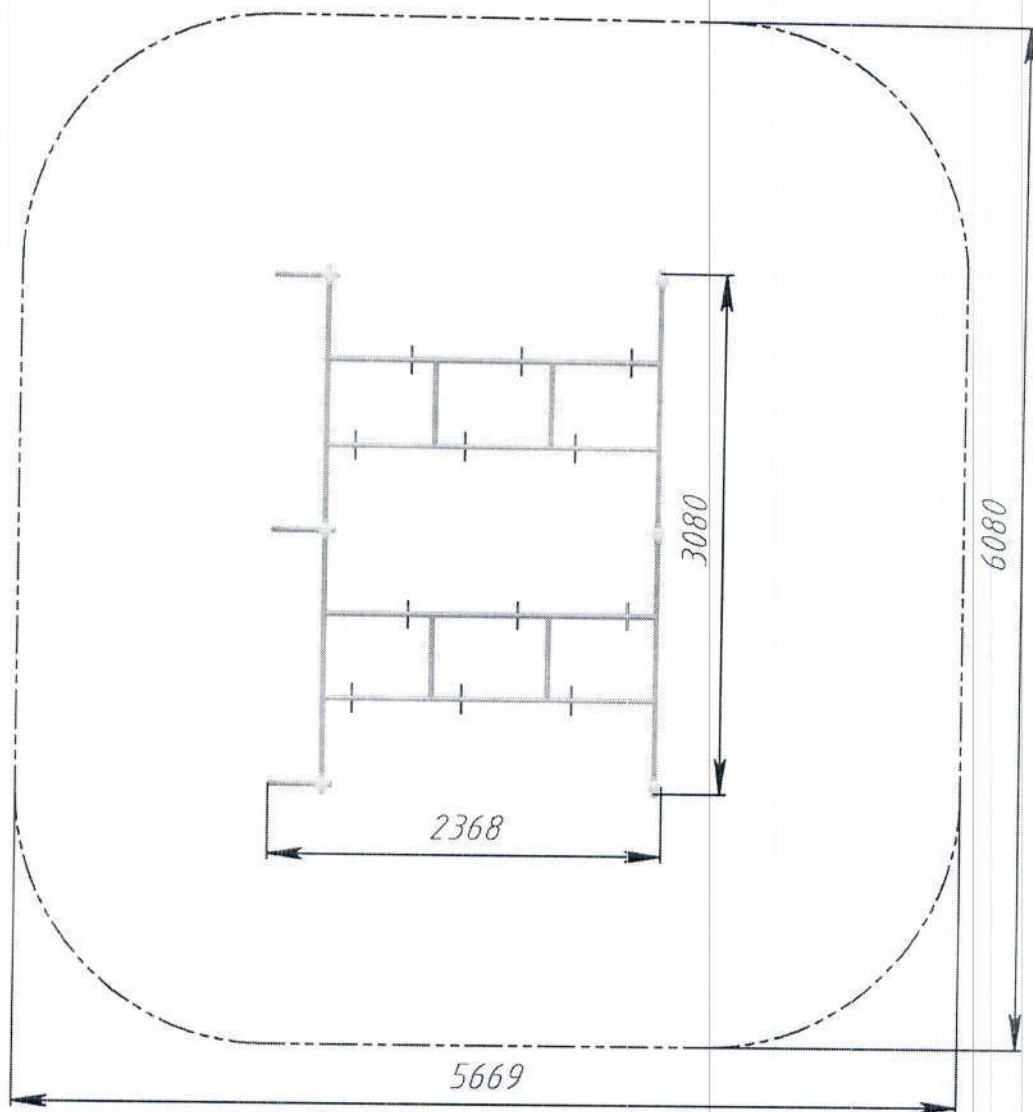

Рис.2 Безопасная зона приземления Рукохода с кольцами РТР 729D
12.4. Монтаж Рукохода проводится на ровной площадке, свободной от насаждений. Размер площадки должен обеспечить безопасную зону приземления вокруг Рукохода в соответствии с рис. 2.